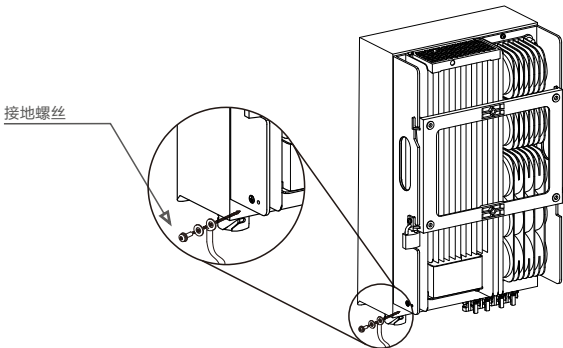

图5.10 线缆固定
- 6. 用接地位置的螺钉将制作好的接地线缆固定，并用十字螺丝刀将螺钉紧固，紧固力矩为2Nm(如图5.10)。